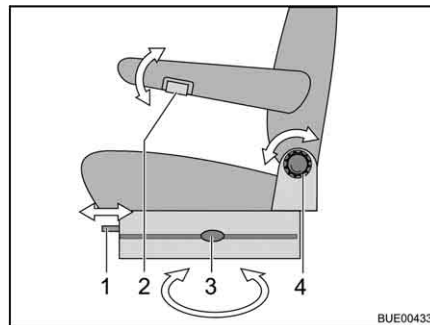

Fig. 26 Siège conducteur et siège passager
- Tirer sur le levier (Fig. 26,3) pour faire pivoter le siège. Le siège est libéré du dispositif de blocage.